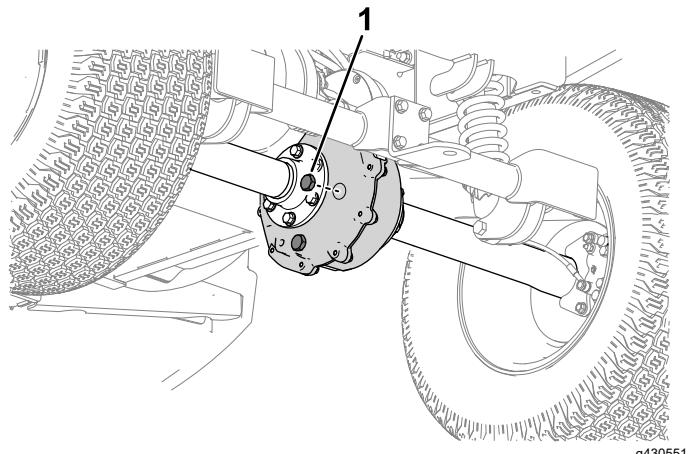

Figura 46
- Se o nível de fluido estiver baixo, retire o tampão de enchimento e adicione o fluido indicado em [Substituição do fluido do eixo-transmissão \(página 40\)] especificado até sair pelo furo (Figura 46).
- Tire o tampão de enchimento do conjunto eixo-transmissão (Figura 46).